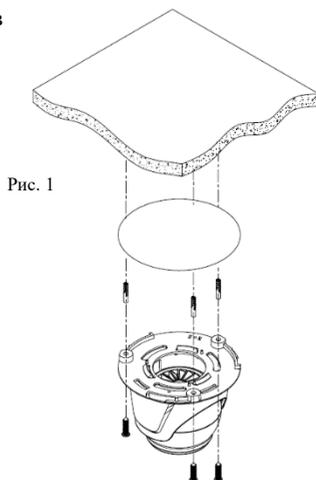

Рис. 1
5. Для обозначения места установки камеры видеонаблюдения наклейте на поверхность монтажный шаблон (идет в комплекте поставки), предварительно расположив соответствующую метку шаблона по направлению отвода кабеля (рис.1).